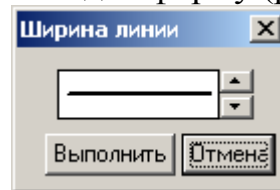

Рис.5.6
- Команда *Ширина линии* позволяет изменять толщину выводимых на графике кривых. Команда выводит форму (рис.5.6)